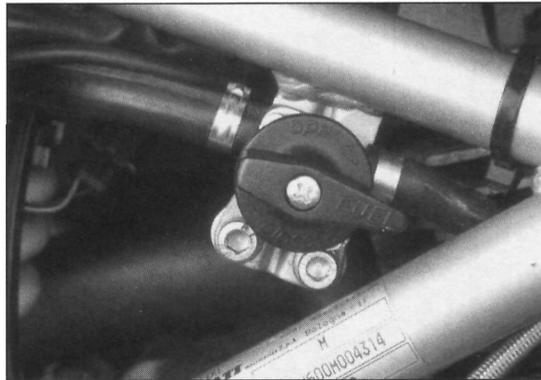
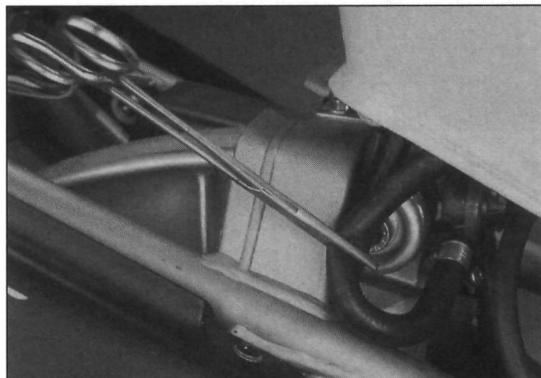

Bild 6
Bild 7
- Kraftstoffhahn auf OFF drehen (sofern vorhanden, Bild 6) und Schlauch vom Hahn abziehen. Sonst Schlauch mit spezieller Schlauchzange (Spitalwerkzeug vom Flohmarkt o.ä., das den Schlauch abklemmt ohne einzukerben) abklemmen (Bild 7).